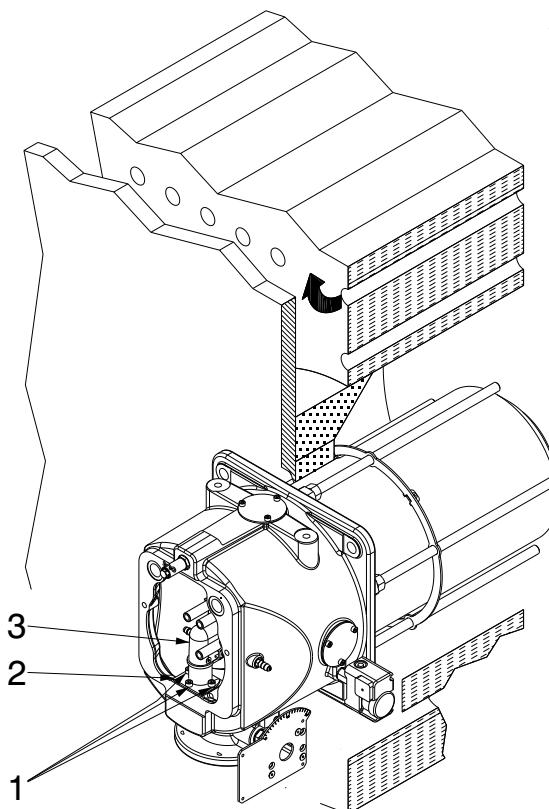

图 17
- 拧下螺母 1) (图 17) ；
安装进行到此处时，已将燃烧头固定到锅炉上，如图 17 第 21 页所示。这样很方便对燃烧头进行调节，并且该调节仅取决于燃烧器的最大出力。